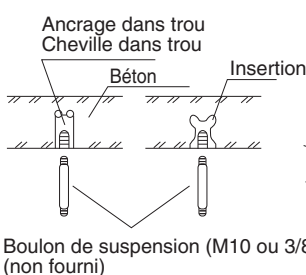
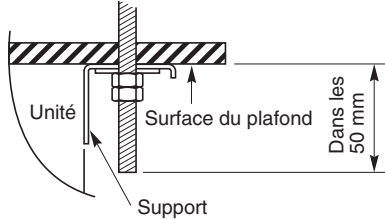

Fig. 3-11
Fig. 3-13
- (3) Percer les trous aux 4 points indiqués sur le schéma grandeur naturelle.
- (4) Selon le type de plafond :
- a) Insérer des boulons de suspension (Fig. 3-11).
- (5) Visser les boulons de suspension, en les laissant dépasser du plafond de la manière indiquée (Figs. 3-11 et 3-12). La partie exposée de chaque boulon doit être de longueur égale et d'environ 50 mm. (Fig. 3-13)